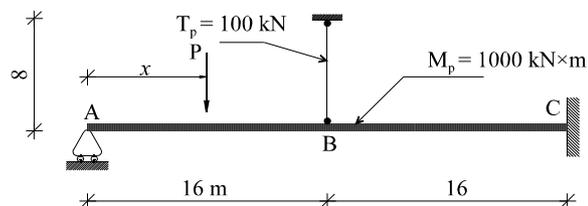

Figura 9
9) La viga apoyada-empotrada AC de la figura 9 está sujeta, además, en el punto B por un tirante vertical. Los valores de plastificación de los elementos resistentes se anotan en la propia figura. Una carga puntual P puede ocupar cualquier punto de la viga AC . Se pide: